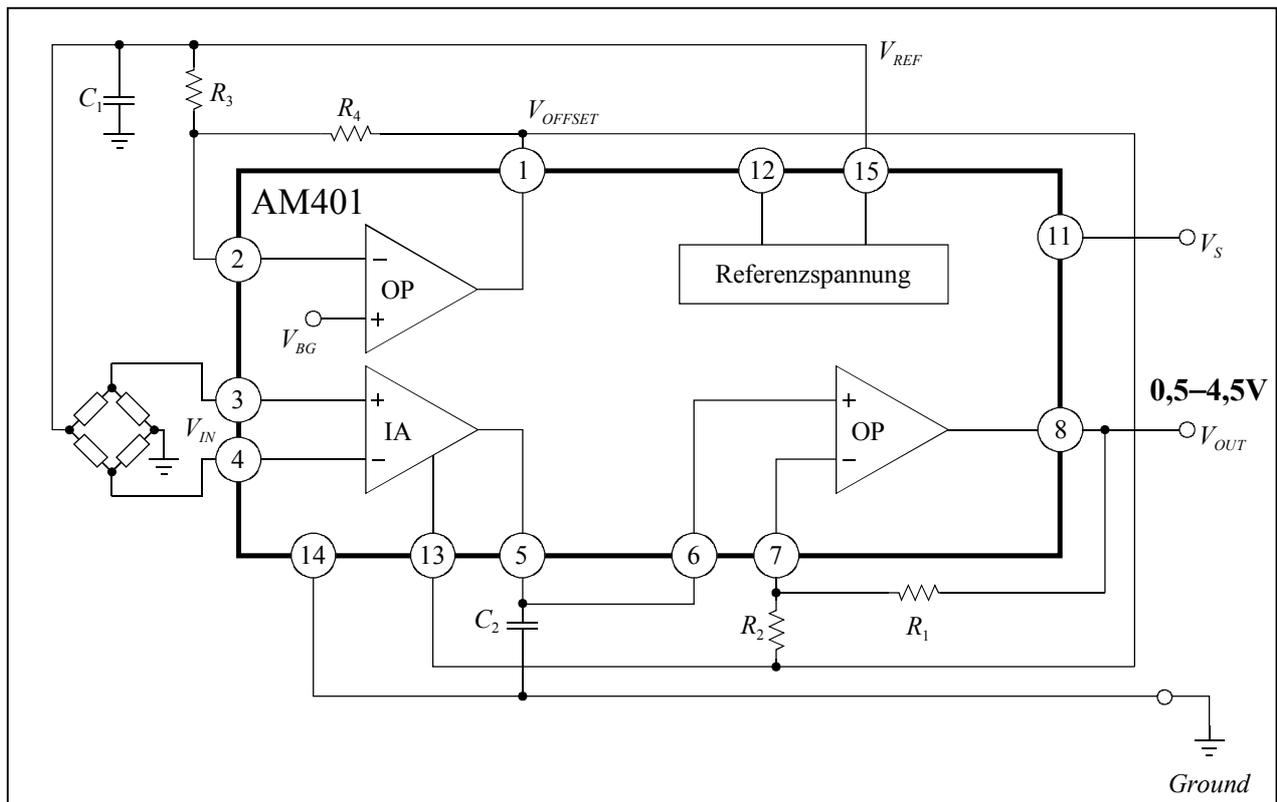

图 2：较少外接电路就可调整输出电压范围和提供传感器工作电压
**例子 1：**在图 2 的例子中，AM401 将差分信号的传感器转换成电压输出的接口电路。一个测量用的传感器（电桥形式）通过 AM401 上的恒压源 5V 供电。一个附加的运算放大器被作为仪表放大器的偏置调整电压未使用，可以使传感器的正信号或者负信号经过调整输出适合于后续处理电路所需要的最佳电压信号比如 A/D 转换电路。另外所需要的外接元器件，除了必须的电容外，只需要二个电阻分压器。利用这二个电阻分压器可以调整放大倍数和中点电压（零点偏置电压）输出。